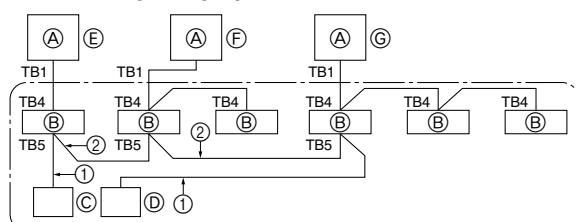

Fig. 10-1
- ① Controleer alvorens de koelstof terug te winnen of alle SW5 DIP-schakelaars voor functiewijzigingen op het bedieningspaneel van het buitenapparaat op OFF staan. Als niet alle SW5-schakelaars op OFF staan, noteer dan de instellingen en zet alle schakelaars op OFF. Begin met het terugwinnen van de koelstof. Zet na het verplaatsen van het apparaat en het proefdraaien de SW5-schakelaars weer in de eerder genoemde stand.
- ② Elektrische voeding (stroomonderbreker).
- ③ Nadat de vloeistofafsluitkraan is gesloten, zet u de SWP-schakelaar op de besturingskaart van het buitenapparaat op ON. De compressor (buitenapparaat) en ventilators (binnen- en buitenapparaat) slaat aan en het terugwinnen van de koelstof begint. LED1 en LED2 op het bedieningspaneel van het buitenapparaat branden.
- ④ Zorg ervoor dat de gasafsluitkraan snel wordt gesloten, aangezien het apparaat binnen twee tot drie minuten na het terugwinnen van de koelstof (LED1 en LED2 branden) automatisch stopt. Open als LED1 en LED2 branden en het buitenapparaat stopt de vloeistofafsluitkraan volledig, wacht drie minuten en herhaal vervolgens stap ③.
- ⑤ Schakel de elektrische voeding uit (stroomonderbreker).
10. Het systeem controleren (Fig. 10-1)